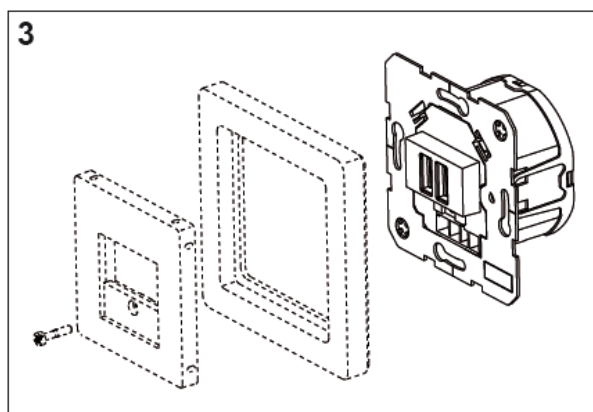

Bild 3
- Rahmen über Gerät mit Best.-Nr. 2600 .. anlegen und das Zentralstück für TAE-Steckdose (Zubehör) verschrauben (Bild 3) **oder:**